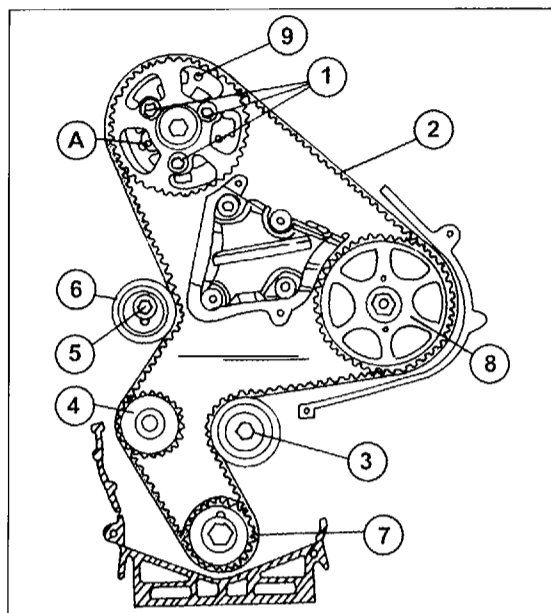

Bild 126
Zu beachten ist, dass ein Spezialmessgerät zum Spannen des Zahnriemens benutzt wird. Dieses wird auf der langen Seite des Zahnriemens angesetzt, wie es in Bild 126 gezeigt wird und gibt eine in so genannten SEEM-Einheiten eingedrückte Anzeige an. Falls man dieses Messgerät nicht besorgen kann, muss man die Spannung entsprechend den beim Ausbau des Riemens gegebenen Anweisungen wieder herstellen, d. h. erfahrene Kfz-Mechaniker können die Zahnriemenspannung mit Hilfe einer Federwaage einstellen, wenn man die Spannung vor dem Ausbau des Riemens gemessen hat. Folgendermaßen unter Bezug auf Bild 127 vorgehen:
- Das in Bild 126 gezeigte Messinstrument am Zahnriemen an der Pfeilstelle in Bild 127 ansetzen und die Mutter der Spannrolle (3) lockern. Mit einem in die Zahnriemenspannrolle eingesetzten Versteller (B) die Rolle nach links verdrehen, bis eine Anzeige von 98 SEEM-Einheiten am Lesegerät (C) angezeigt wird (Pos. 3 in Bild 126 zeigt das Lesegerät). In dieser Stellung die Schraube (3) der Spannrolle mit 25 Nm anziehen. Kontrollieren, dass die Schrauben für das Steuerrad der Nockenwelle nicht gegen die Enden der Langlöcher ansitzen. Um dies zu überprüfen, entfernt man eine der Schrauben (4) aus dem Steuerrad (1). Falls alles in Ordnung ist, alle Schrauben (4) gleichmäßig mit 20 Nm anziehen. Andernfalls muss der Riemen nochmals neu aufgelegt werden.